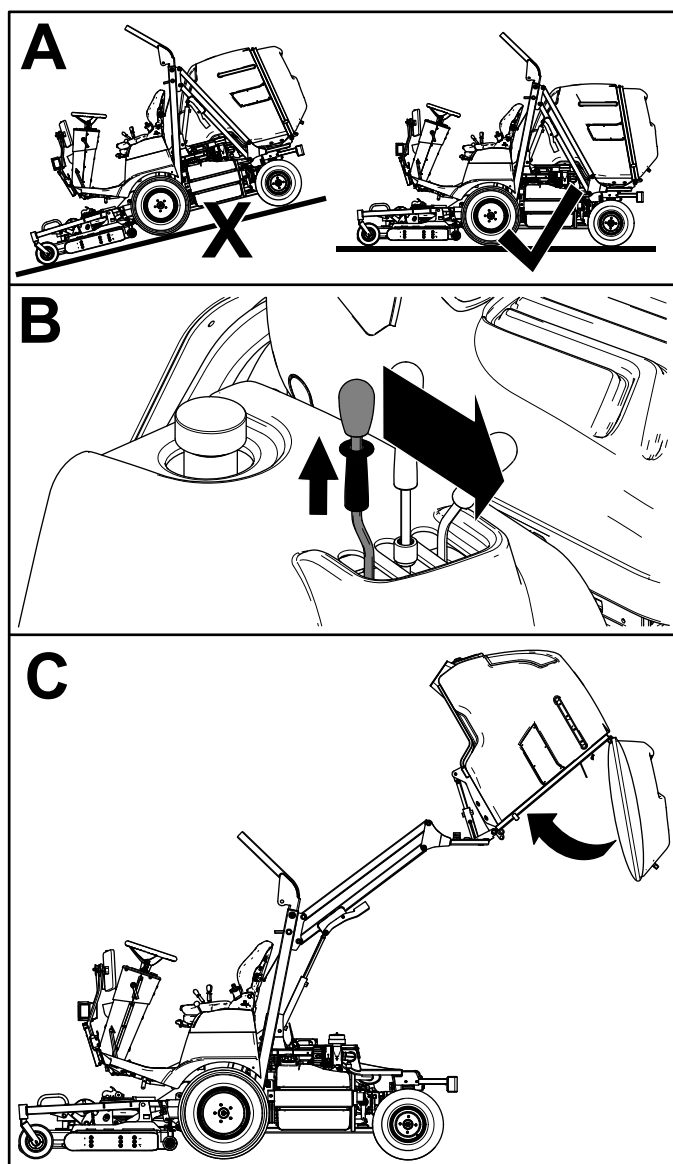

Рисунок 26
2. После разгрузки потяните стопорное кольцо на рычаге разгрузки бункера вверх и переместите рычаг вперед, чтобы закрыть бункер (Рисунок 26).